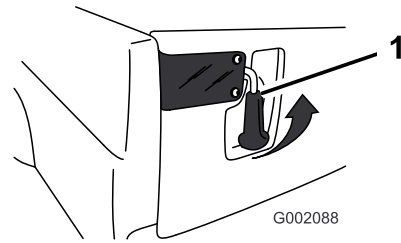

Figura 17
1. Per aprire i dispositivi di chiusura della sponda sollevate le relative impugnature (Figura 17). I dispositivi di chiusura scatteranno verso il centro della sponda. Abbassate lentamente la sponda.